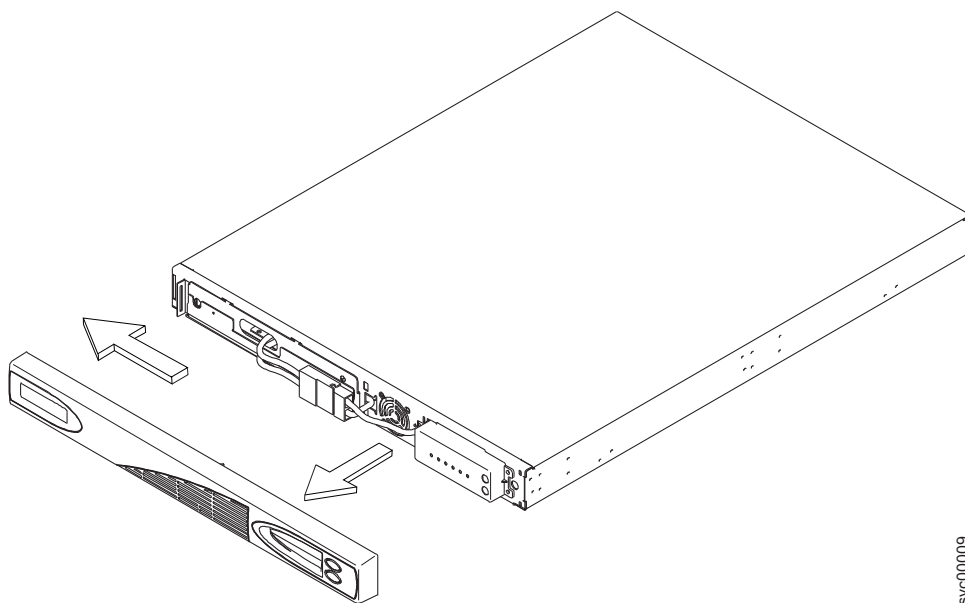

Figura 358. Removendo o painel frontal do 2145 UPS-1U
2. Puxe o painel frontal ao lado direito até que o painel seja liberado das seções da direita e do meio do 2145 UPS-1U. Empurre o painel frontal para a esquerda para liberar a captura na extremidade esquerda do painel, conforme mostrado na Figura 358 na página 437.